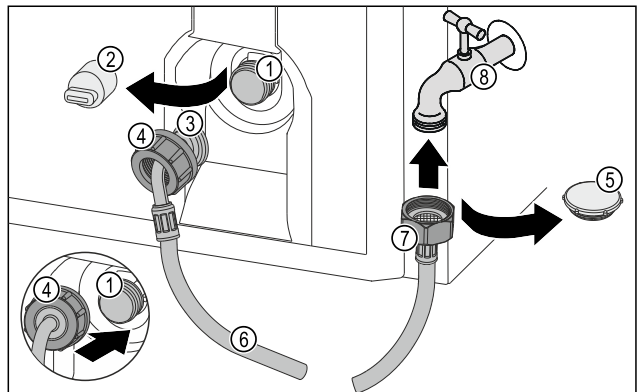

Fig. 72
- ▶ Verschlusskappe Fig. 72 (5) entfernen.
- ▶ Gerades Schlauchende Fig. 72 (7) am Wasserhahn Fig. 72 (8) ansetzen.
- ▶ Mutter am geraden Schlauchende Fig. 72 (7) im Uhrzeigersinn festziehen.